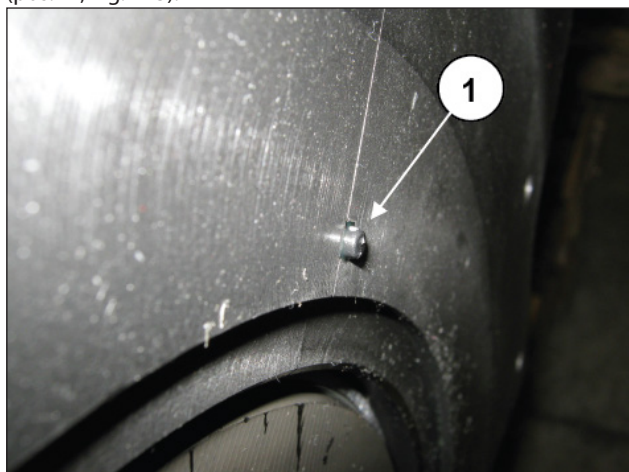

Fig. 115
Inserire l'anello di tenuta radiale all'interno del coperchio cuscinetto PTO (pos. ①, Fig. 115).